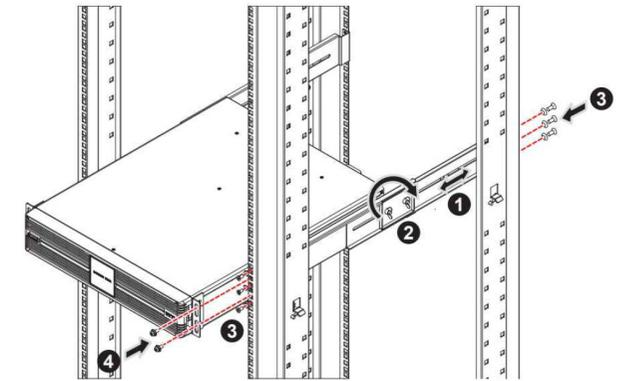

Рисунок 3. Установка внешнего батарейного блока Delta в стойку
2. Для установки внешнего батарейного блока Delta на комплект направляющих Delta (поставляются по дополнительному заказу) следует выполнить шаги с 1 по 4. См. Рисунок 3.